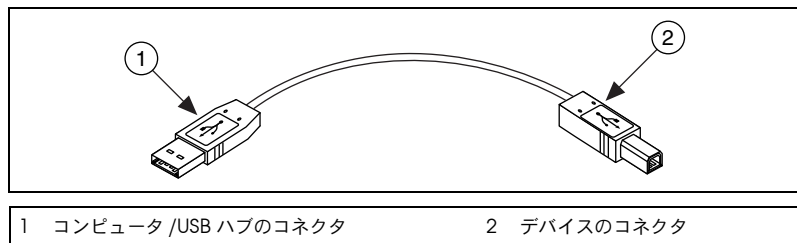

図 5 USB ケーブルおよびコネクタ
2. コンピュータの USB または IEEE 1394 ポート、その他のハブ、IEEE 1394 デバイス上の使用可能な USB または IEEE 1394 ポートにケーブルを接続します。デバイスの USB/IEEE 1394 ポートに USB/IEEE 1394 ケーブルのもう片方を接続します。図 5 は USB ケーブルとそのコネクタを示します。